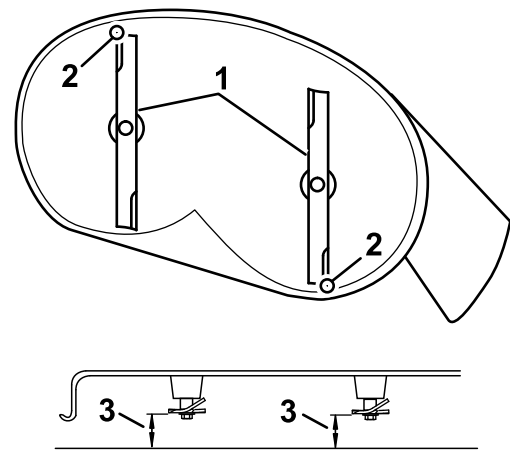

Figure 68
4. Faites pivoter les lames avec précaution pour faire passer les pointes avant à l'arrière (Figure 68).
5. Mesurez la distance entre la pointe de la lame avant et la pointe de la lame arrière par rapport à la surface plane (Figure 68).